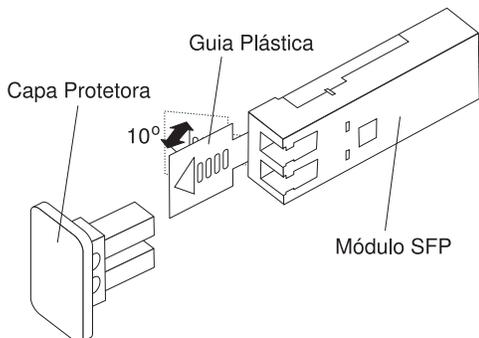

Figura 17. Desbloqueando a Trava do Módulo SFP
2. Destrave a trava do módulo SFP puxando a guia plástica para fora 10°, conforme mostrado na Figura 17.